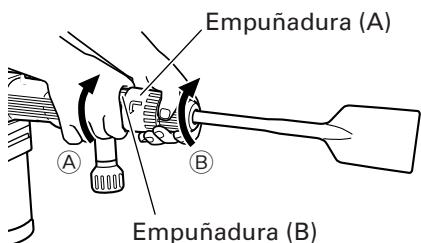

Fig. 4
- (1) Como se muestra en la Fig. 4, si la empuñadura (A) se gira en el sentido de ② cuando la empuñadura (B) esté girada 60 grados en el sentido de ①, el ángulo de la cuchilla podrá cambiarse libremente hasta la posición deseada.